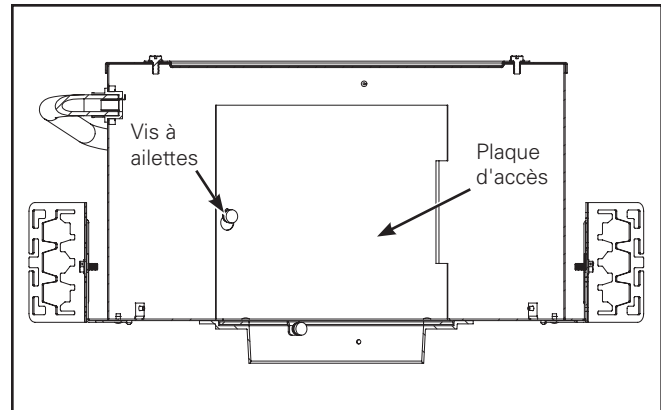

Figure 14.
1. À partir du dessous du plafond, retirez l'assemblage de la garniture du boîtier, puis, desserrez la vis à ailettes, tournez légèrement la plaque d'accès dans le sens horaire et tirez pour la retirer (Figure 14).